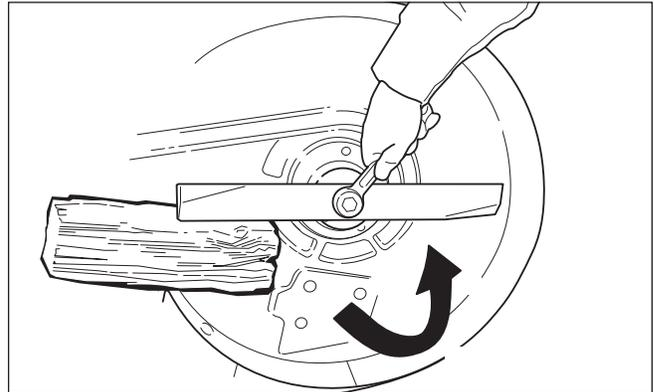

Figura 18. Aflojamiento de las cuchillas del cortacésped para el retiro
- Para retirar las cuchillas del cortacésped, acúñe un bloque de madera entre las cuchillas del cortacésped y el alojamiento de la plataforma del cortacésped para evitar que giren las cuchillas del cortacésped, y retire el perno de montaje de las cuchillas del cortacésped con una llave de 15/16" (Figura 18).